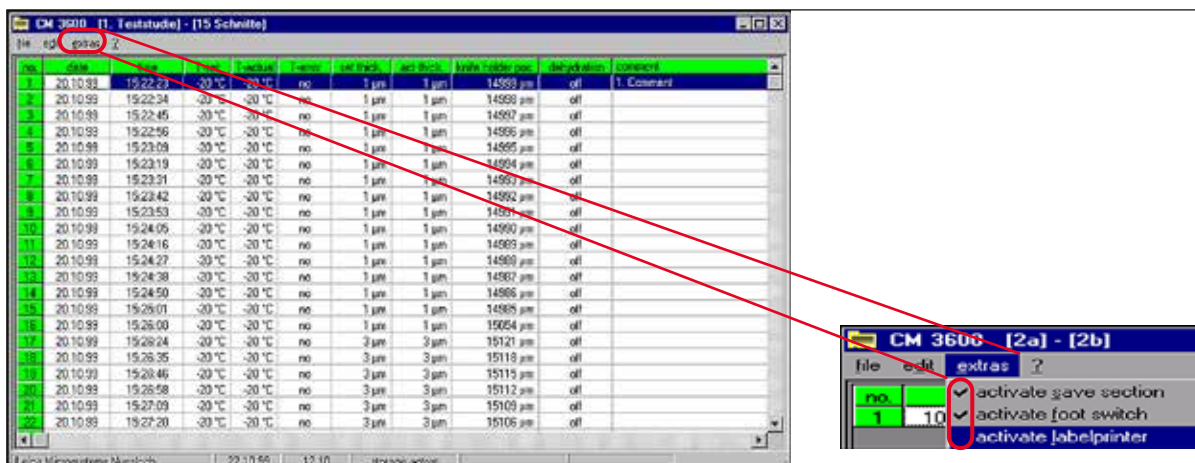

Fig. 86
- Una volta che la posizione di misurazione abbia raggiunto il valore di 100.000 µm, interrompere la registrazione del sezionamento (per disattivare la voce di menu Save, vedere (→ Fig. 86) sotto Extras (Extra) nello studio) e sostituire il portacoltello.